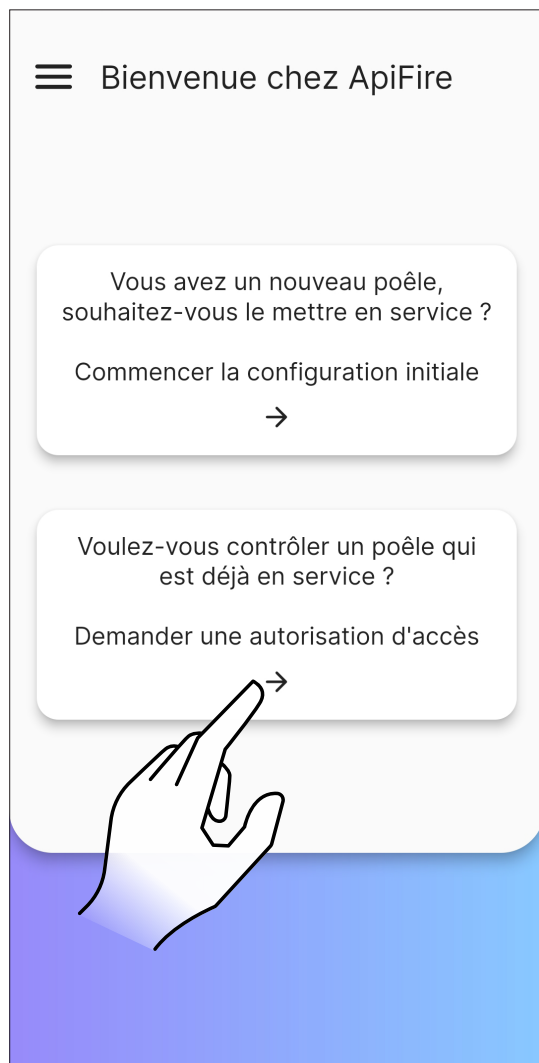

Fig. 27
- sélectionner l'option « Voulez-vous contrôler un poêle qui est déjà en service ? » (Fig. 27)